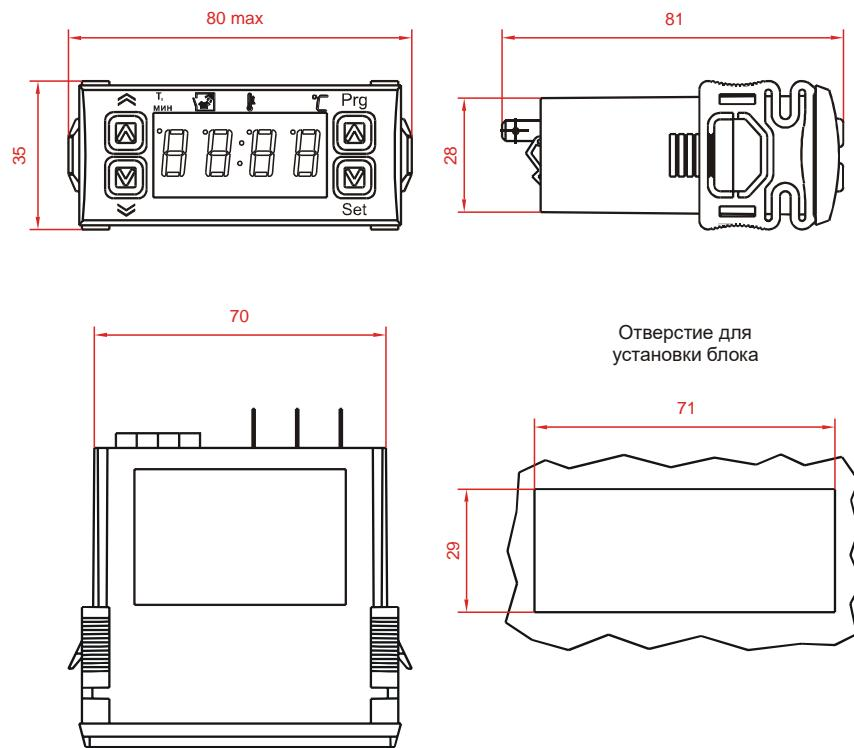
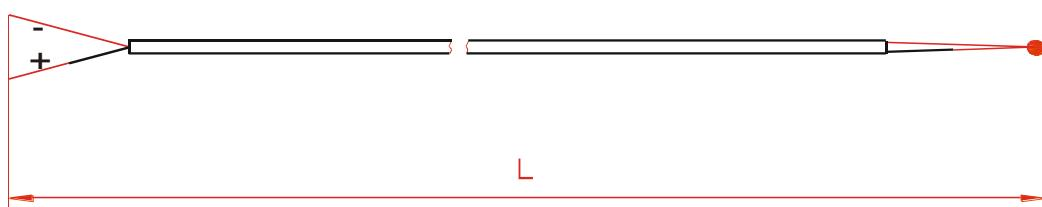

Рисунок 2 Габаритные размеры блока
Рисунок 3. Внешний вид и габаритные размеры датчика температуры на термопаре TXL (L) по СТБ ГОСТ Р 8.585.
3.3 Внешний вид, габаритные и установочные размеры блока приведены на рис. 2, а датчиков на рис. 3.